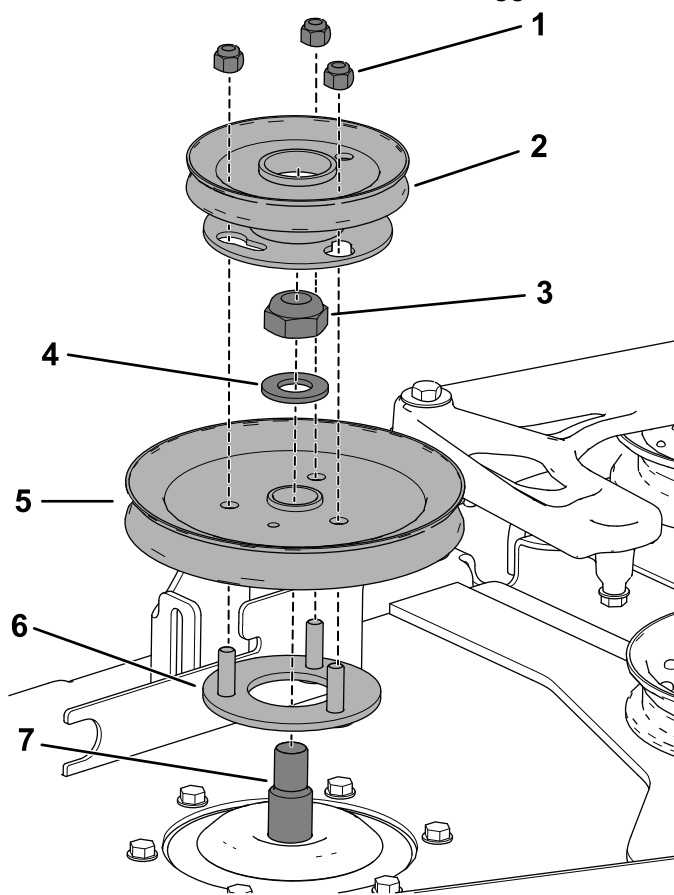

Figura 12
- Inserite le viti prigioniere filettate sul supporto della puleggia attraverso i fori presenti nella puleggia del piatto (Figura 12).
- Utilizzate il dado di bloccaggio (3/4") e la rondella messi da parte in precedenza per fissare la puleggia del piatto all'albero del mandrino (Figura 12).
- Sistamate la puleggia del soffiatore sulle viti prigioniere filettate e montate, senza serrarlo, il dado di bloccaggio (Figura 12).